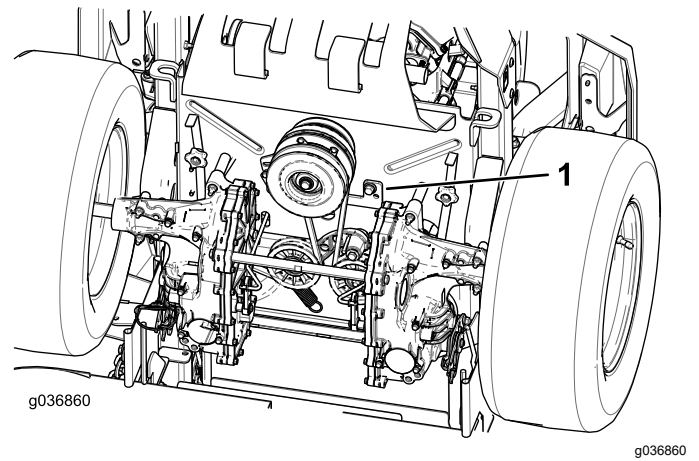

Рисунок 64
5. Зніміть обмежувач ходу вимикання зчеплення (Рисунок 64).
9. Встановіть обмежувач ходу вимикання зчеплення (Рисунок 64).